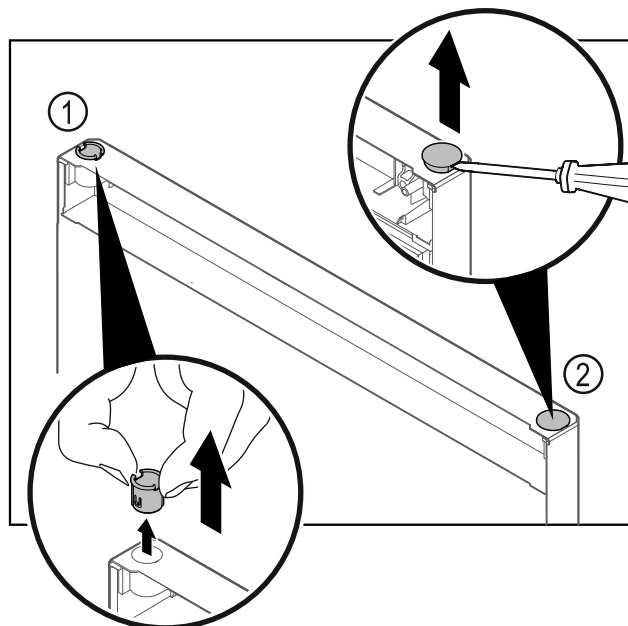

Fig. 27
- Tõmmake šarniirripuks Fig. 27 (1) sõrmedega välja.
- Tõstke katekork Fig. 27 (2) ettevaatlikult lapikkruvikeerajaga üles ja tõmmake välja.